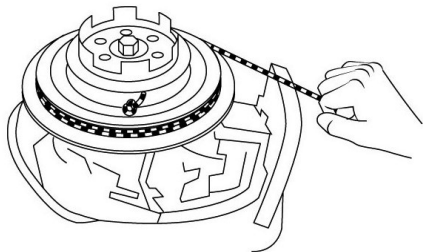

Рис. 41 Запуск двигателя
8. Завяжите на свободном конце шнура узел. Вставьте конец шнура с узлом в паз на маховике и намотайте шнур несколько раз вокруг маховика по часовой стрелке (Рис. 41).